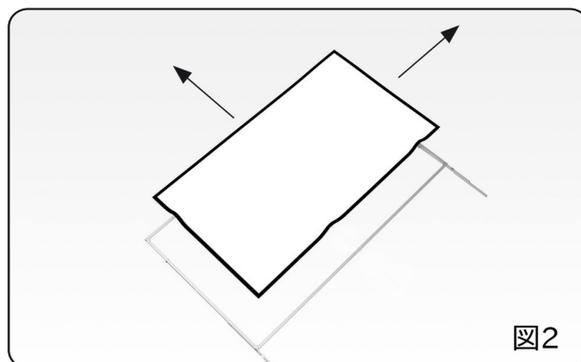

図2
- 図2の矢印の方向にスクリーンをずらしてフレームから外します。